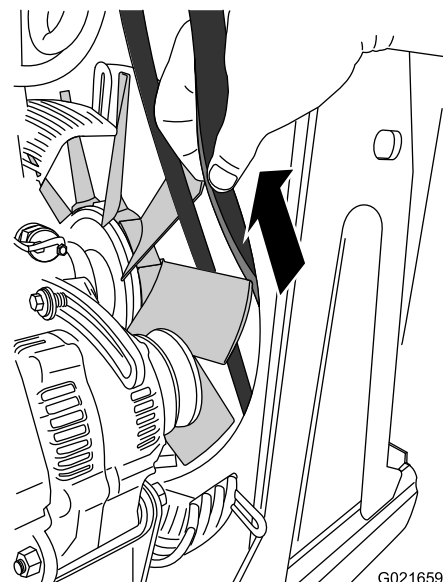

Figura 91
- 11. Alinee la correa entre 2 paletas del ventilador y, luego, tire con cuidado de la correa hacia atrás y hacia arriba hasta que pueda sacarla de la máquina (Figura 91).
- abajo hasta que se sitúe delante del ventilador (Figura 91).